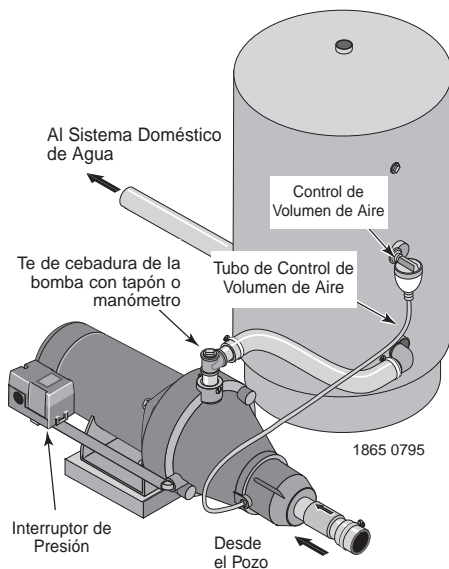

Figura 5: Conexiones para Tanque Estándar
CONEXIÓN PARA TANQUE ESTÁNDAR (Figura 5)
- Paso 3. Retire el tapón de la tubería de 1/8" de NPT del orificio del Control de Volumen de Aire (CVA) de la bomba (Vea la Figura 5). Instale una tubería desde el puerto de CVA (Vea la Figura 5) de la bomba hacia el puerto en el CVA montado en el tanque. Vea las instrucciones incluidas con el tanque y en el CVA, para tener más detalles.